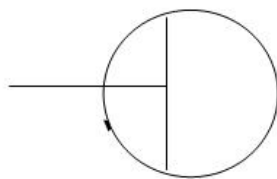
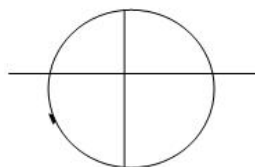

图 19 三通处探查示意图
图 20 四通处探查示意图
(8) 管线分支或三通、四通处探测：在上述地方探测信号将有明显的衰减，将探管仪接收机增益提高，再回走 5m 作环形探测，就可找到分支管线或三通、四通处。见图 19、图 20。